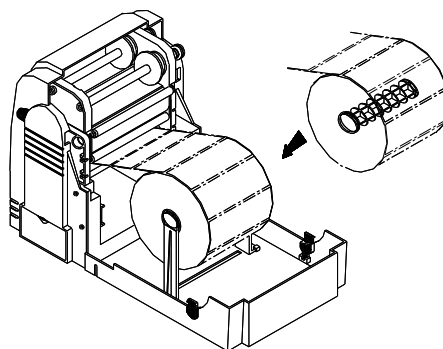

Рис. 2.3.3
3. Снимите несколько этикеток (часть 23). (см. рис. 2.3.3).
4. Разместить рулон этикеток большого размера (см. рис. 2.3.3).